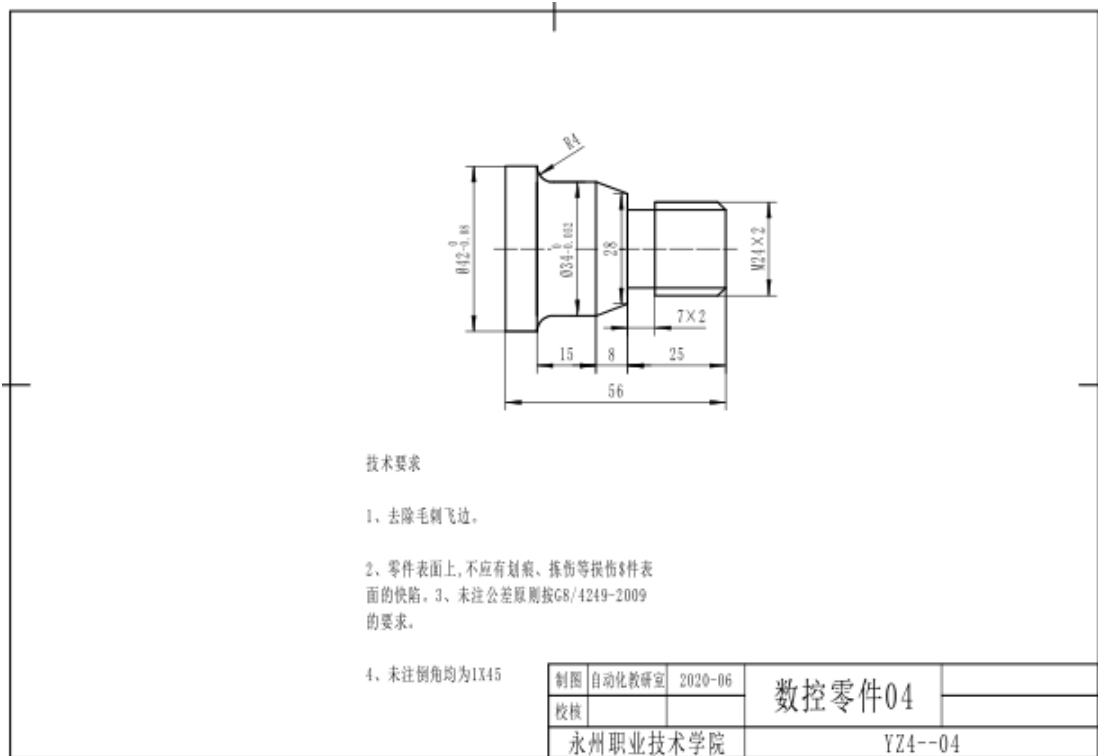

图 4-4 数控车零件 04
**任务 1:** 要求学生能按照相应的生产流程和作业标准完成图 4-4 零件的工艺编制, 并满足零件图的质量要求, 能正确填写相关工艺文件。
**任务 2:** 要求学生按照相应的生产流程和作业标准完成图 4-4 零件的加工, 并满足零件图的质量要求。毛坯尺寸:  $\phi 50 \times 60$  (单位 mm), 材料: 2A12 棒材。